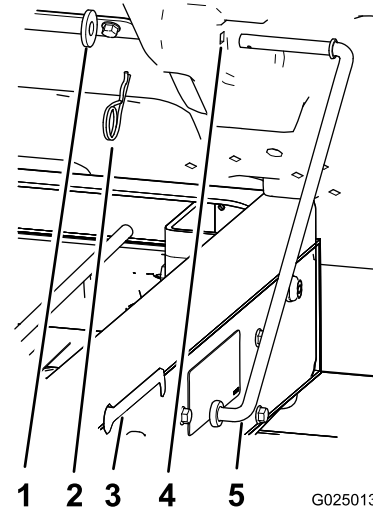

Bild 4
4. Entfernen Sie den Splint und die Scheibe, mit denen die Stützstange unten an der Ladepritsche befestigt ist (Bild 4).
5. Schieben Sie die Stützstange nach vorne, um sie aus der Halterung am Rahmen zu nehmen (Bild 4).